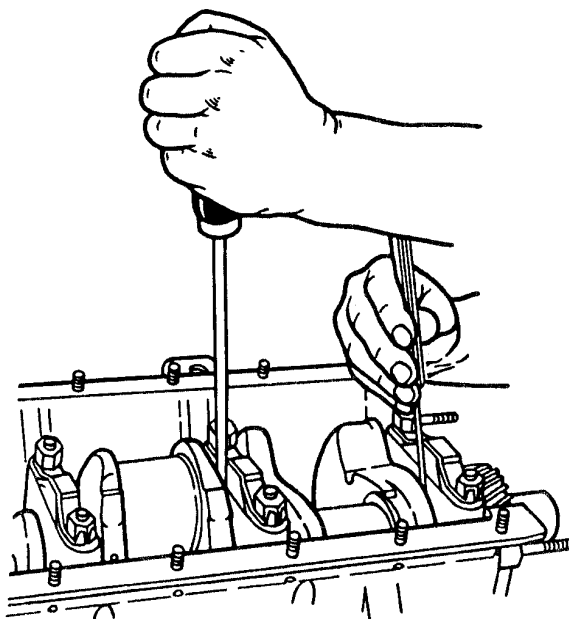

Рис.69. Проверка осевого зазора коленчатого вала
13. Проверить осевой зазор коленчатого вала. Для проверки необходимо отжать коленчатый вал к заднему концу двигателя и с помощью щупа определить зазор между торцом задней шайбы упорного подшипника и плоскостью бурта первой коренной шейки (рис.69). Зазор должен быть 0,075...0,275 мм. При увеличенном осевом зазоре для его восстановления установить упорные шайбы стандартной толщины или ремонтные упорные шайбы, увеличенной на 0,13 мм толщины. В случае значительного износа стальной упорной шайбы, установить новую упорную шайбу. В случае невозможности восстановления зазора заменой шайб, заменить коленчатый вал.